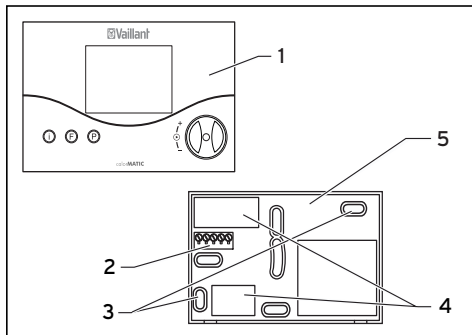

Abb. 9.1 Montage des Raumtemperaturreglers
- Bringen Sie zwei Befestigungsbohrungen **(3)** mit Durchmesser 6 mm (entsprechend Abb. 9.1) an und setzen Sie die mitgelieferten Dübel ein.